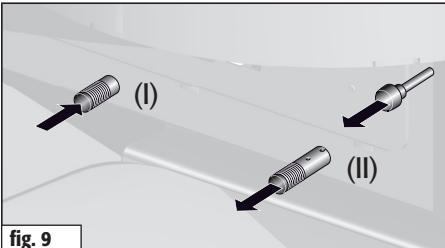

fig. 9
Chiudere l'aria primaria.	Premere la valvola dell'aria primaria (I) fino all'arresto. (fig. 9)
Regolare l'aria secondaria.	Posizionare la valvola dell'aria secondaria (II) tra lineette 2 e 3. (fig. 9)